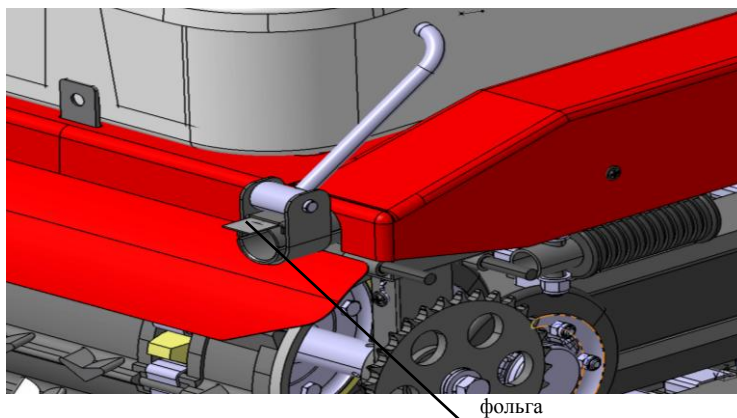

Рис.14
8.6 При ослаблении эксцентрикового зажима на движителе необходимо подложить фольгу толщиной 0,2 мм и более под вкладыш зажима (рис. 14).